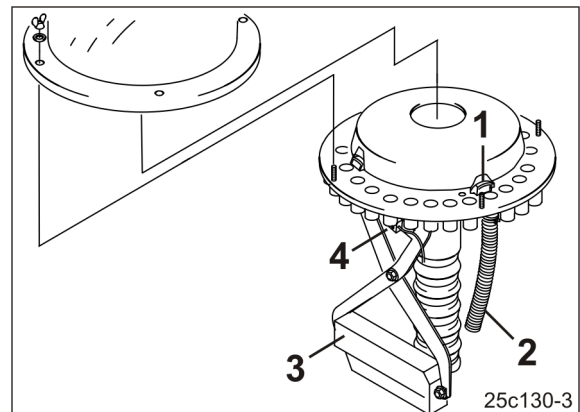

Fig. 95
- sperren Schieber (Fig. 95/1) im Verteilerkopf die Saatgutzufuhr zu den Saatleitungsrohren (Fig. 95/2) der Fahrgassenschare. Die Schieber werden von einem Elektromotor (Fig. 95/3) betätigt.
- prüft ein Sensor (Fig. 95/4), ob die Schieber (Fig. 95/1) ordnungsgemäß arbeiten. Bei Fehlstellung erfolgt eine Warnmeldung.